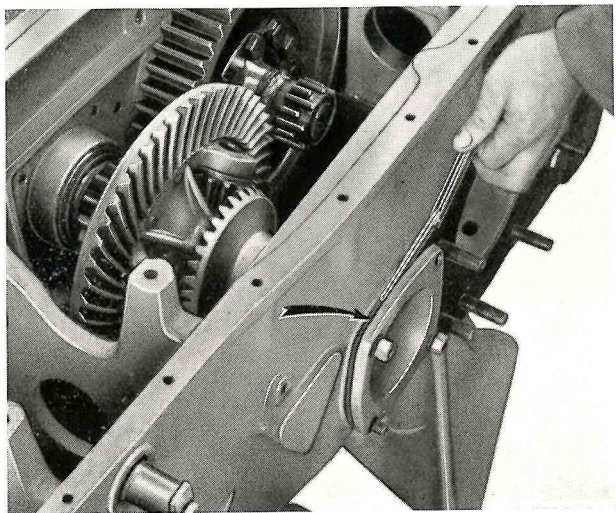

Fig. 195 - Determinazione degli spessori di registro dei cuscinetti per albero corona conica e differenziale.
- Smontare l'albero del pignone conico e montare il differenziale completo senza spessori di registro. Serrare le viti di fissaggio di uno dei due supporti e determinare in corrispondenza dell'altro, mediante spessimetro, lo spessore complessivo degli anelli di registrazione occorrenti (fig. 195).